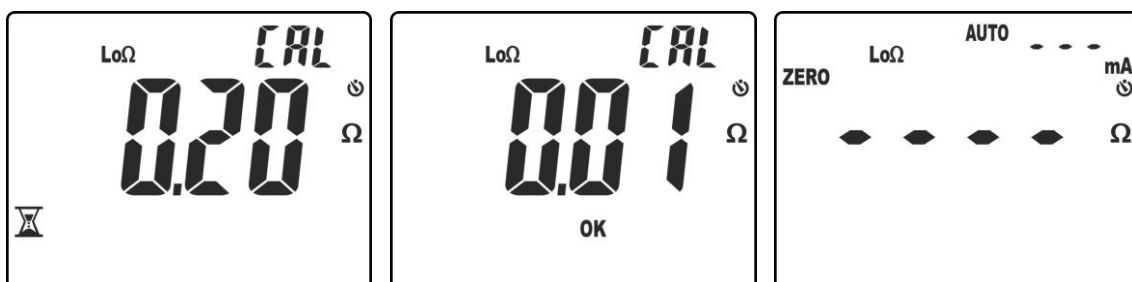

Abb. 33: Ergebnisse der richtig ausgeführten Messleitungskalibration
- Das Gerät führt die erste Messung durch und misst den Widerstand der Messleitungen (siehe Abb. 33 – linke Seite). Wenn der kompensierte Wert (ZERO) $\leq 5.00\Omega$ ist, wird der Wert gespeichert. Das Gerät führt eine zweite Messung durch und berechnet die Differenz zwischen diesem neuen Wert und dem kompensierten Wert. Wenn der Wert $\leq 0.01\Omega$ ist, wird die Kalibration bestätigt, und die Meldung "OK" erscheint im Display (siehe Abb. 33 – Mitte). Danach kehrt das Gerät zur Mess-Bildschirmseite zurück, mit der Meldung "ZERO" im Display, um anzugeben, dass eine Kompensation der Messleitungen erfolgreich erfolgt ist.